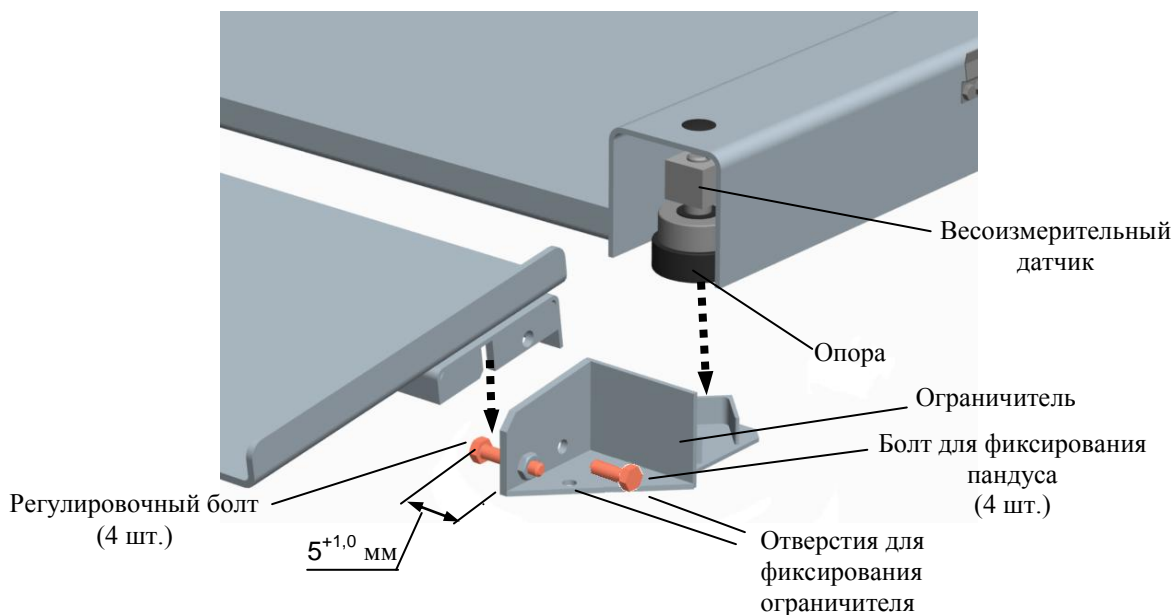

Рис. 5.2 - Сборка модуля
5.2.5 Вкрутите в ограничители болты и затяните гайки так, чтобы зазор между головкой болта и стенкой ограничителя был $5^{+1,0}$ мм (Рис. 5.2).
5.2.6 Поочередно приподнимая каждый из четырех углов платформы, подложите ограничители под опоры датчиков и наденьте пандусы (Рис. 5.2).
👉 При необходимости зафиксируйте ограничитель болтами М10 (8 шт.) через отверстия (Рис. 5.2).